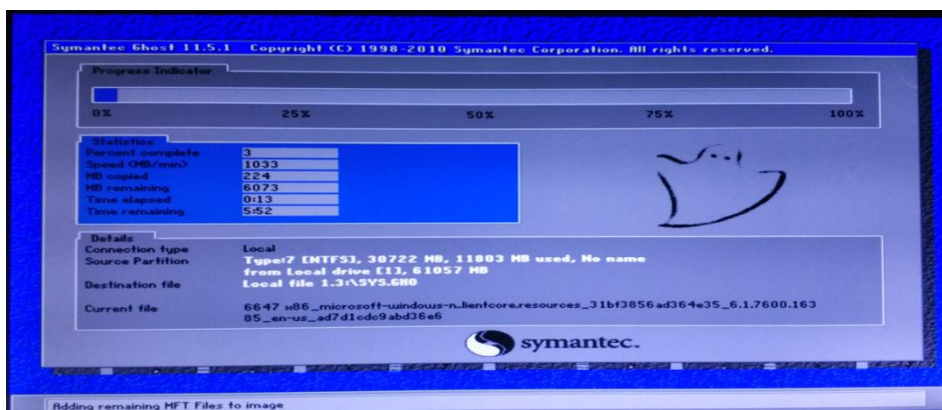

图 4 Backup 按键备份进行界面
(3) 之后就会直接进到备份系统界面开始备份系统 (如图 4 所示)，备份完成后会自动启重系统。